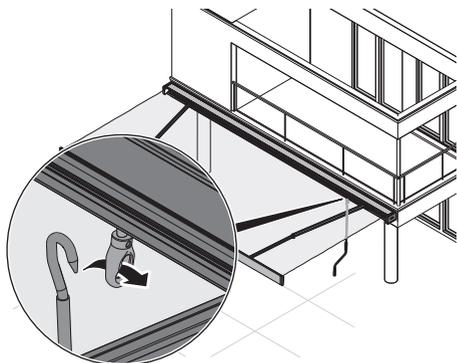

Fig. 20 : Accrocher la manivelle
1. Accrocher la manivelle dans l'œillet (Fig. 20).